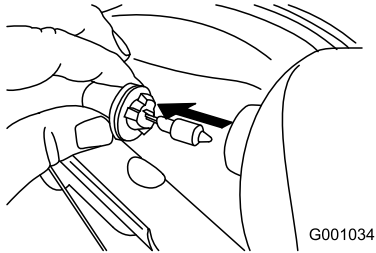

Figure 52
3. Sortez directement l'ampoule de l'arrière du phare (Figure 52).